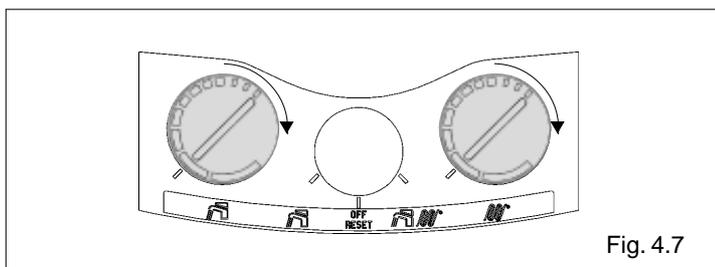

Fig. 4.7
- se modifique la regulación del termostato de la caldera (fig. 4.7)